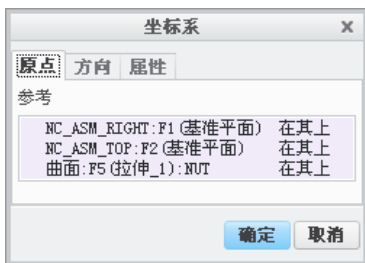
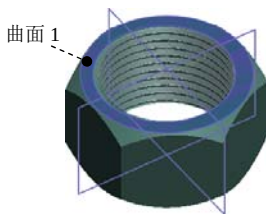

图 4.2.4 “坐标系”对话框
图 4.2.5 所需选取的参考平面
Step3. 机床坐标系设置。在“操作”操控板单击  按钮, 在弹出的菜单中选择  命令, 系统弹出图 4.2.4 所示的“坐标系”对话框。按住 **Ctrl** 键依次选择 NC_ASM_RIGHT、NC_ASM_TOP 基准面和图 4.2.5 所示的曲面 1 作为创建坐标系的三个参考平面, 单击 **确定** 按钮完成坐标系的创建, 返回到“操作”操控板。单击  按钮, 系统自动选中上一步创建的坐标系作为加工坐标系。